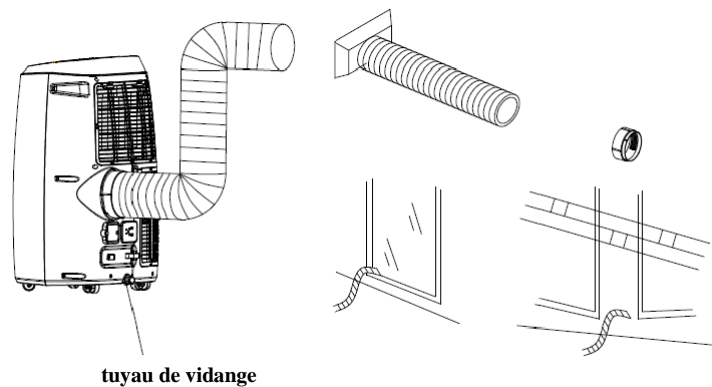

Fig. 5b
- 3) Raccorder le tuyau d'évacuation à l'appareil (Fig. 5b)
- b) Brancher le raccord côté machine dans l'orifice situé au dos du climatiseur (Fig. 5b).